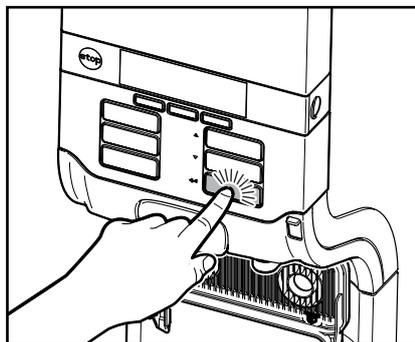

Fig. 46
4. Pressione a tecla Enter ←, para confirmar a colocação da pastilha de limpeza (Fig. 46).